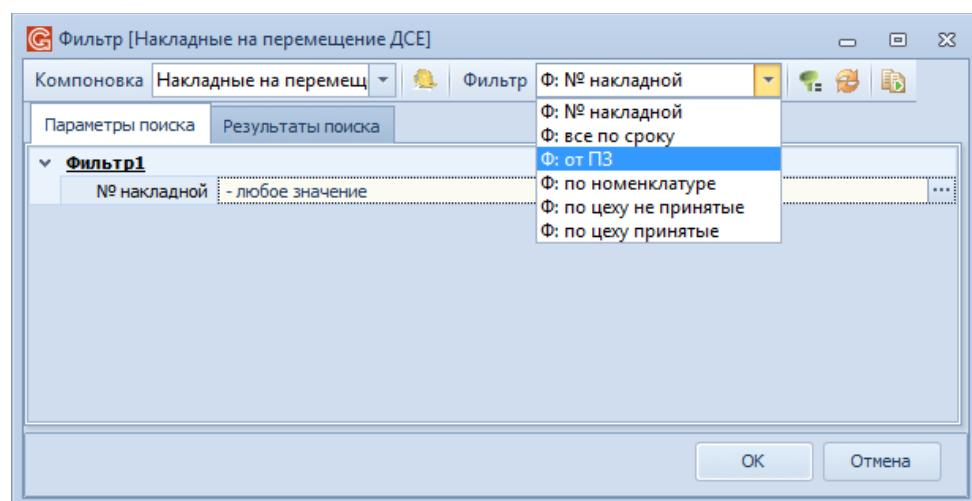

Рисунок 11.Пример выбора группы параметров
2. В открывшемся окне «Фильтр» из выпадающего списка в блоке «Фильтр» выбрать необходимую группу параметров (рис. 11).